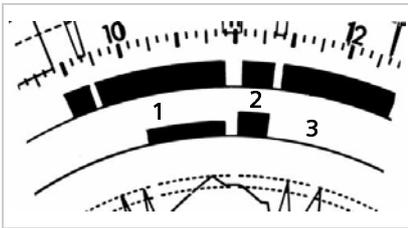

Abb. 32: Zusatzaufzeichnung bei 1308 / 1310
Es entsteht ein Balkendiagramm, siehe Abb. 32 und 33. Wird die angeschlossene Zusatzeinrichtung betätigt, erscheint der schmale Balken (1). Treten gleichzeitig zwei Zusatzeinrichtungen auf (z. B. Blaulicht und Martinshorn), wird der breite Balken (2) geschrieben. Die dünne Grundlinie (3) erscheint durchgehend.